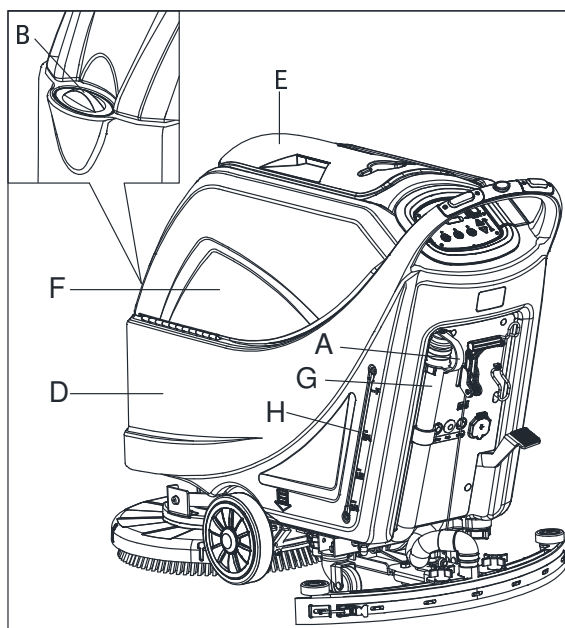

Figura 7
1. Abra la tapa de la entrada de agua (B, Figura 7).
3. No llene el depósito en exceso. Refiérase al indicador del nivel de agua (H) en cuanto al volumen del agua.